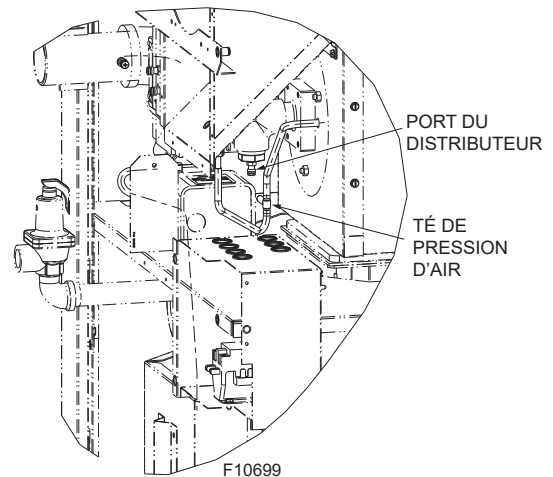

Figure 53. Té de pression d'air
4. Connectez un manomètre gradué de 12 po au tuyau d'aspiration du ventilateur. Retirez le capuchon noir du té de prise de pression d'air, comme indiqué à la et connectez le manomètre, voir **Figure 53**. **NOTE:** conservez les capuchons pour réutilisation ultérieure.
1. Mesurez la dépression générée par le ventilateur en raccordant un manomètre au té de pression d'air, à une puissance de chauffe de 100%, voir **Figure 53**. La lecture doit être celle indiquée au **Tableau U** (gaz naturel et propane).